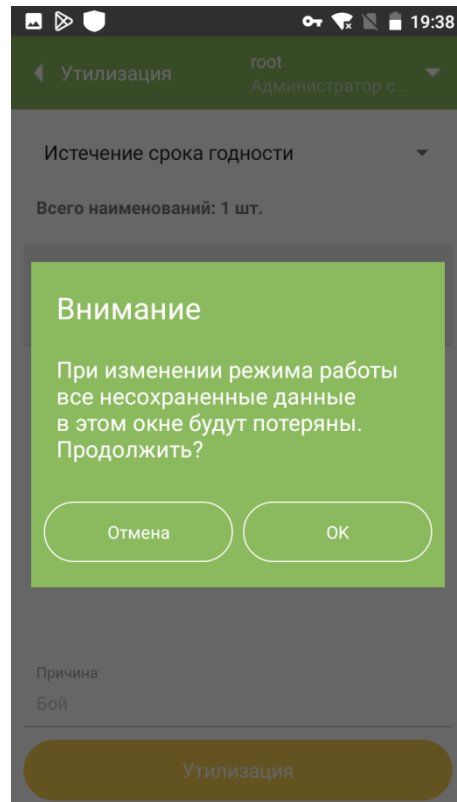

Рисунок 16.4
4. При попытке изменить причину утилизации появится системное сообщение о потере несохраненных данных (Рисунок 16.4).